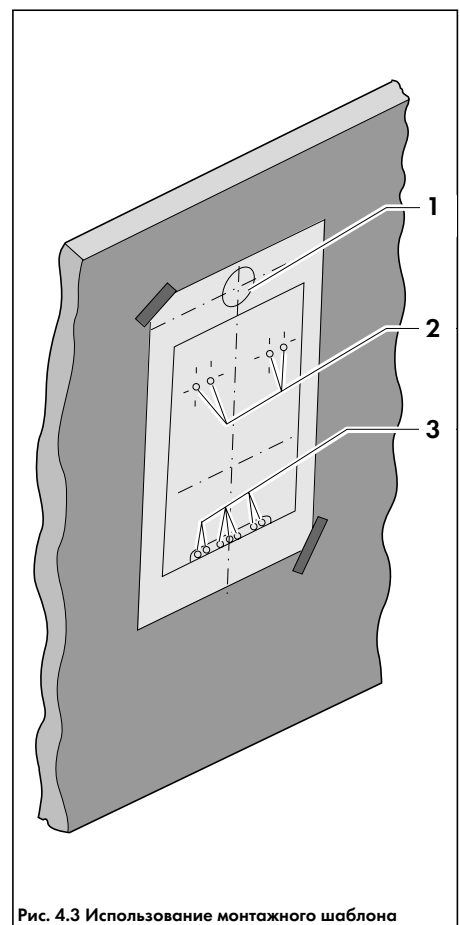

Рис. 4.3 Использование монтажного шаблона
4.3.2 Использование монтажного шаблона (Рис. 4.3)
- После определения подходящего места установки аппарата прикрепить к стене монтажный шаблон из бумаги; с помощью ватерпаса или отвеса направить центральную ось вертикально вниз. На шаблоне отмечены позиции крепежных отверстий для держателя аппарата (2) и крепления присоединительной консоли. На шаблоне также показано отверстие для выхода дымохода/воздуховода (1), если канал будет устроен непосредственно позади аппарата, например, при установке аппарата на наружной стене. Если консоли не применяются, для разметки крепления нужно использовать данные по крепежным размерам аппарата главы 3 и отверстия в раме аппарата;
- Сделать на стене разметку крепежных отверстий для держателя аппарата (2) и крепления присоединительной консоли (3). Просверлить 2 отверстия диаметром 10 мм для держателя аппарата (2) и 2 отверстия диаметром 8 мм для крепления консоли (3);
Разметить центр и окружность трубы (1, рис. 4.3). Выполнить соответствующее отверстие под дымоход/воздуховод, просверливая при этом шаблон насквозь;